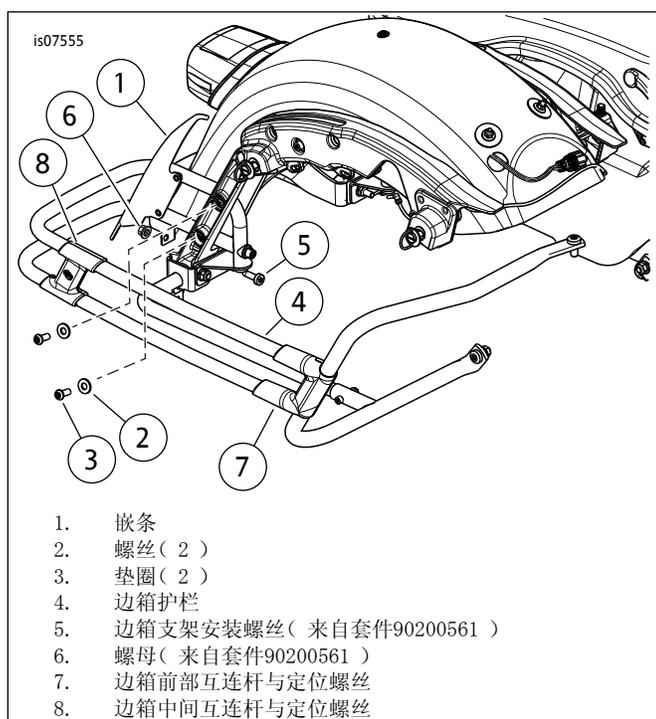

图2。安装带槽嵌条
2. 参见图2。拆下边箱底部支架安装螺丝(5)和螺母(6)。丢弃五金件。